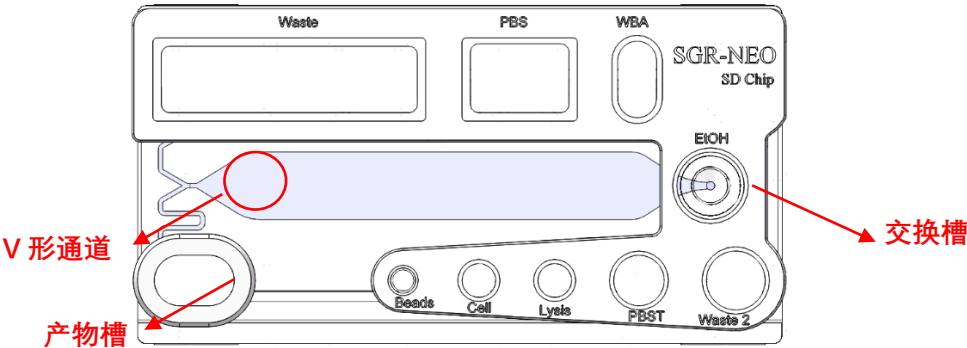

图 3-1-2-1 微流控芯片示意图
2、取出微流控芯片确认进样口与出样口，如图 3-1-2-1。